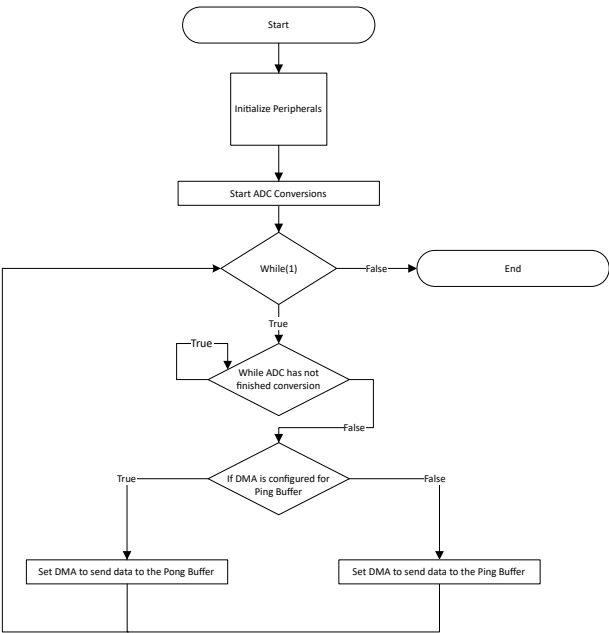

图 6. 软件流程图
5. 编写应用程序代码以动态更改 DMA 的目标地址，从而在两个缓冲区之间交替。请参阅图 6 以了解概况或直接查看代码。